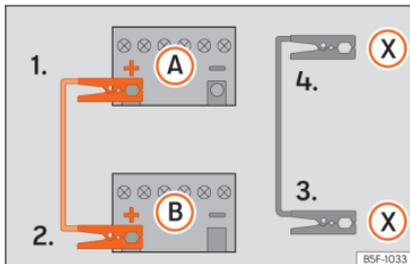

Abb. 44 Anschlusschema für Fahrzeuge mit Start-Stopp-System.
- 4b. Bei Fahrzeugen mit Start-Stopp-System: ein Ende des schwarzen Starthilfekabels (X) an einen geeigneten Masseanschluss, ein massives, fest mit dem Motorblock verschraubtes Metallteil oder an den Motorblock selbst anklammern »» Abb. 44.
5. Klemmen Sie das andere Ende des schwarzen Starthilfekabels (X) im Fahrzeug mit der entladenen Batterie an ein mit dem Motorblock verschraubtes, massives Metallteil oder an den Motorblock selbst, aber so weit wie möglich von der Batterie (A) entfernt an.